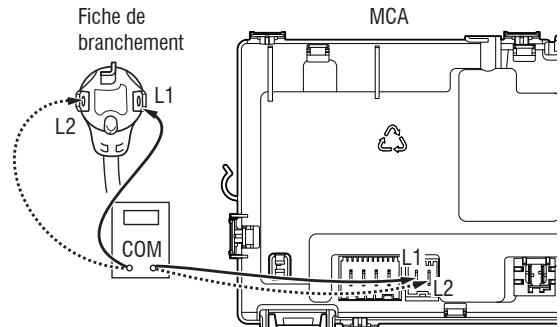

Figure 4b – Brancher aux broches de branchement pour la sécheuse électrique
3. À l'aide d'un ohmmètre, vérifier la continuité des connexions L1 et L2 du cordon d'alimentation pour trouver L1 et L2 sur le MCA. Voir figure 4b.